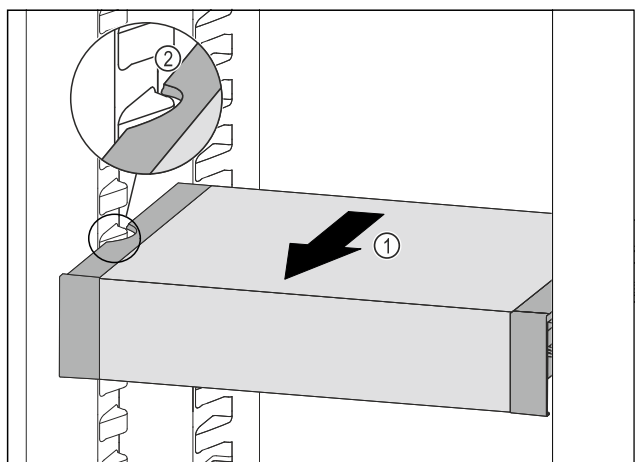

Fig. 142
- Táhněte VarioSafe dopředu Fig. 142 (1), dokud nebudou boční vybrání VarioSafe na úrovni žebrování na nádoby v chladničce. Fig. 142 (2)